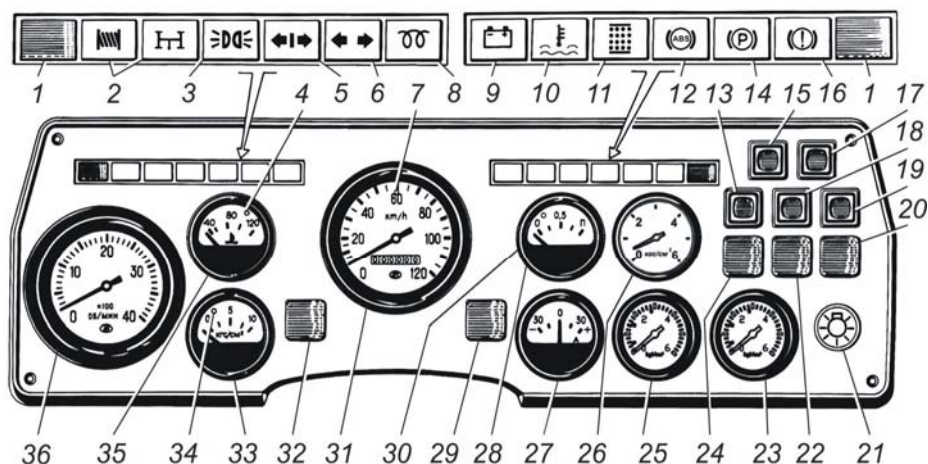

Рис.5.11. Щиток приборов автомобиля ГАЗ-33081: **(Это новый рис.)**
Расположение приборов автомобиля ГАЗ-33081 показано на рис. 5.11.
**21 – центральный переключатель света (см. рис. 5.11).**